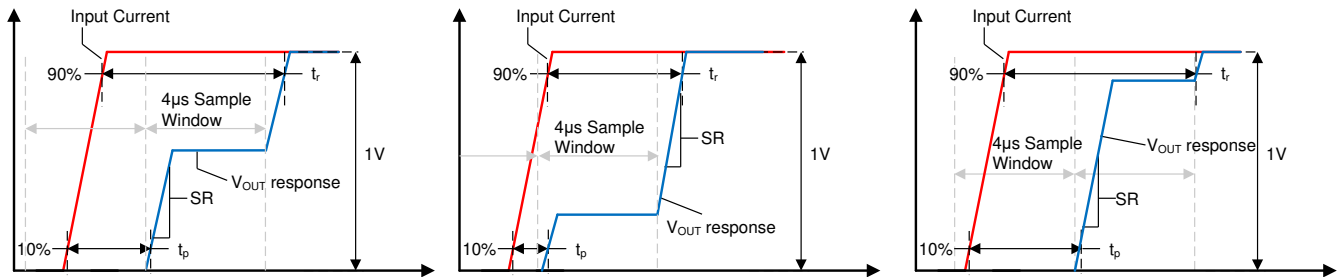

图 8-3. 小电流输入阶跃瞬态响应
压摆率 (SR) 定义为单个积分阶跃输出转换的  $V_{OUT}$  变化率, 如图 8-3 所示。该器件通常需要两个采样窗口才能达到其最终值的 90% 完全稳定, 因此该压摆率不等于完全输出摆幅的 10%-90% 转换时间。
传播延迟是输入电流波形达到其最终值的 10% 和  $V_{OUT}$  达到其最终值的 10% 之间的时长。该传播延迟在很大程度上取决于输入电流阶跃的对齐情况和 TMCS1107 的采样周期, 如图 8-3 中几种不同采样窗口的情况所示。
响应时间是输入电流达到其最终值的 90% 和输出达到其最终值的 90% 之间的时长, 这使输入电流阶跃足以在输出上引起 1V 转换。图 8-3 展示了 TMCS1107 在三种不同时间情形下的响应时间。除非在一个采样窗口开始时直接出现阶跃输入, 否则响应时间将包括两个采样间隔。